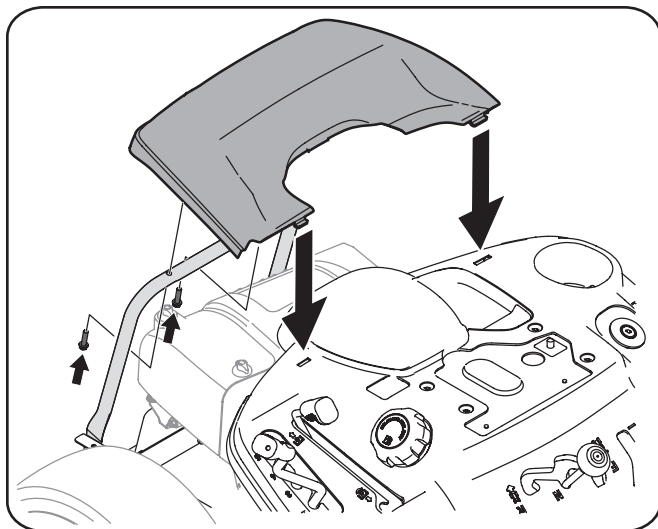

Figura 3-10
1. Retire los tornillos hexagonales de dos instalados de fábrica ubicados en el soporte de montaje de la cubierta de motor trasero. Guarde los tornillos para instrucciones posteriores. Vea la Figura 3-10.
2. Instale la cubierta del motor trasero colocando en su lugar como se muestra en la Figura 3-10. La punta de la tapa del motor hacia adelante para encajarlo en las ranuras correspondientes y, a continuación, gírelo hacia atrás para alinear los agujeros de montaje.